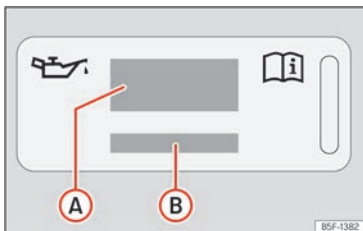

Abb. 183 Im Motorraum: Aufkleber mit Motoröl-Spezifikationen
Legende zur >>> **(Abb. 183):**
Wenn Motoröl nachgefüllt werden muss, verwenden Sie eines der auf dem Aufkleber angegebenen Motoröle >>> **(Abb. 183)**. Der Aufkleber mit der vorgeschriebenen Motoröl-Norm befindet sich im vorderen Bereich des Motorraums
- Wenn der Aufkleber mit den Motoröl-Spezifikationen » » » **[Abb. 183]** fehlt, wenden Sie sich an einen Fachbetrieb.